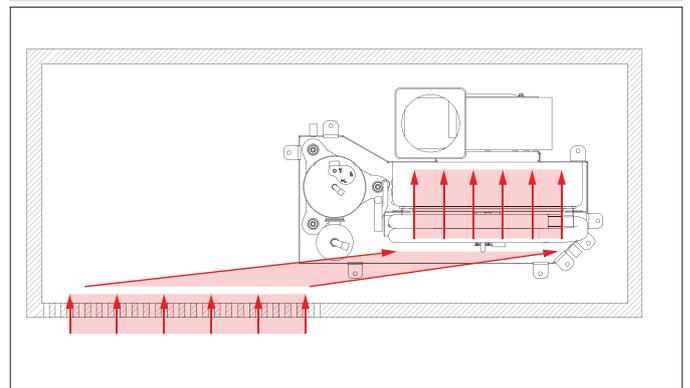

Abb.8 Lufteinlassgitter versetzt anbringen.
- Das Lufteinlassgitter sollte versetzt angebracht werden, damit die einströmende Luft nicht direkt in den Einlass des Verdampfers strömt. Auf diese Weise lassen sich die Ansaugeräusche vom Gebläse erheblich vermindern. Siehe Abb.8.